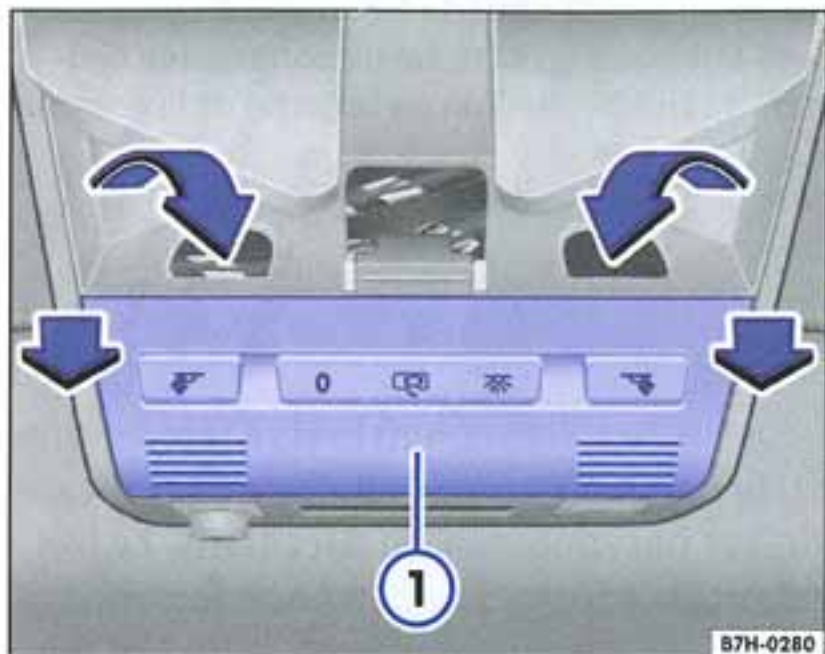

Fig. 9 Retrait du cache (commande d'éclairage intérieur)
- Assurez-vous que le contact d'allumage est coupé. Saisissez les deux évidements situés **derrière** le cache (commande d'éclairage intérieur) et retirez avec précaution le cache (représenté dans le sens opposé au sens de marche sur la figure) ⇒ fig. 9 ① de son logement par l'arrière dans le sens de la flèche.